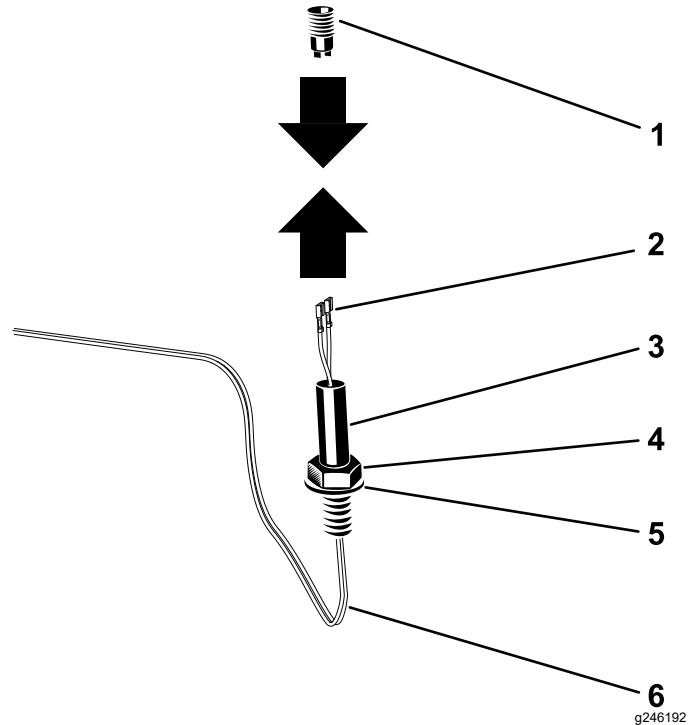

Bild 6
3. Verlegen Sie den Kabelbaum durch die Mutter, die Unterlegscheibe und den Sockel der Rundumleuchtenfassung. Schließen Sie die Klemmen am Stecker der Rundumleuchte an (Bild 6).